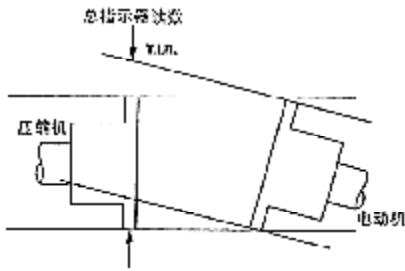
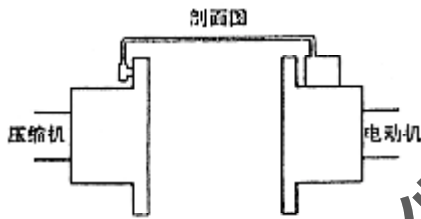

图1-角度不对准度
图2-已固定的刻度指示器(在时针12点位置上)
(1) 按图1检验角度标准,把刻度盘指示器严格地固定在电动机轮毂上。移动指示器转柄,使之与压缩机轮毂的外侧表面相接触,如图2所示。
(2) 转动两个联轴器轮毂数圈,直到他们找到其正常轴向位置为止。检验刻度指示器,以确保指示器转柄稍加负荷,使能够在两个方向上转动。
(3) 当俯视(由上而下)观察时,把刻度指示器调到零,如图2所示。